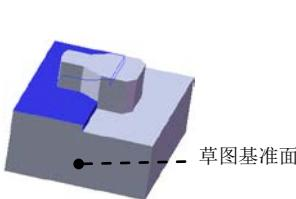

图 16.2.6 凸台一拉伸 3
Step4. 创建图 16.2.6 所示的零件基础特征——凸台一拉伸 3。
(1) 选择命令。选择下拉菜单 **插入(I)** → **凸台/基体(B)** → **拉伸(E)...** 命令(或单击“特征(F)”工具栏中的 按钮)。
(2) 定义特征的横断面草图。
① 定义草图基准面。选取图 16.2.6 所示的表面作为草图基准面。